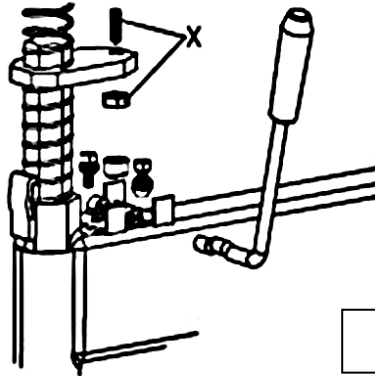

Abbildung 18
- Stellen Sie die zwei Sechskantmuttern an dem Arretierungsblech nach. (Abb. 18)